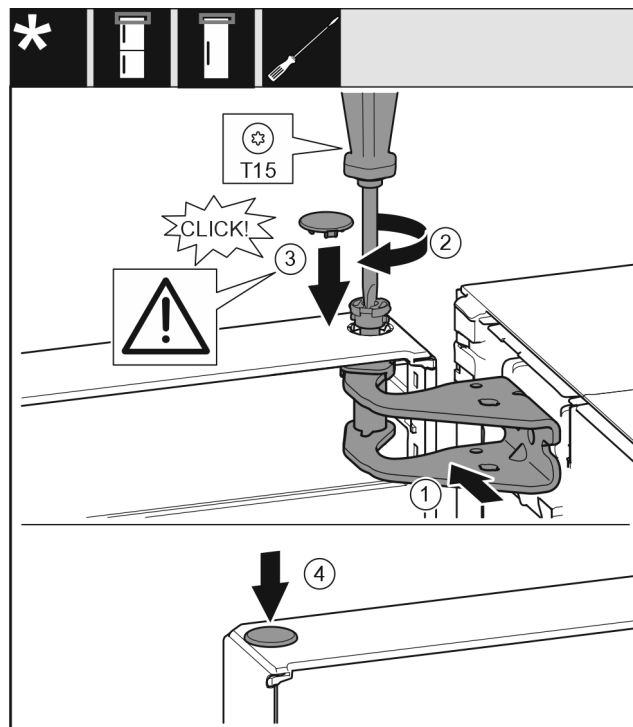

Fig. 19
- ▶ Deur boven uitlijnen op de opening in de lagerbus. Fig. 19 (1)
- ▶ Bouten aanbrengen en met schroevendraaier T15 vastschroeven. *Fig. 19 (2)*
- ▶ Veiligheidsafdekking voor de veiligheid van de deur monteren: Veiligheidsafdekking aanbrengen en controleren of deze op de deur rust. Anders bout volledig aanbrengen. *Fig. 19 (3)*
- ▶ Stop aanbrengen. *Fig. 19 (4)*